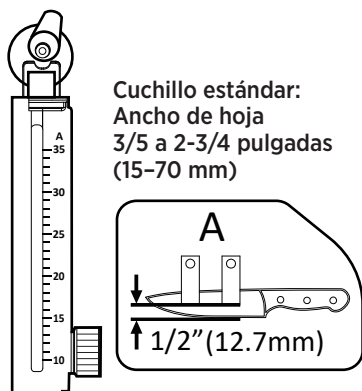

Fig. 6
1. Cuchillo estándar: Las cuchillas con un ancho de 3/5 a 2-3/4 pulgadas (15-70 mm) se refieren a la posición de montaje **A**, como se indica en la etiqueta de la base. El rango del ángulo de afilado es de 10°-35° (Ver Fig. 6).